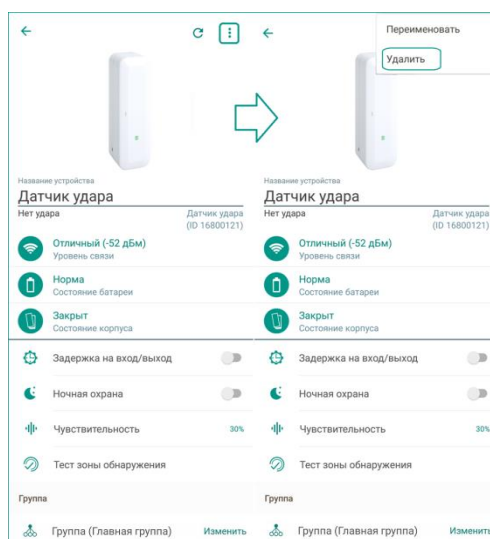

Рисунок 14.1 – Вызов меню на экране настройки датчика
- 1) В приложении на экране настройки датчика (см. рисунок 14.1).